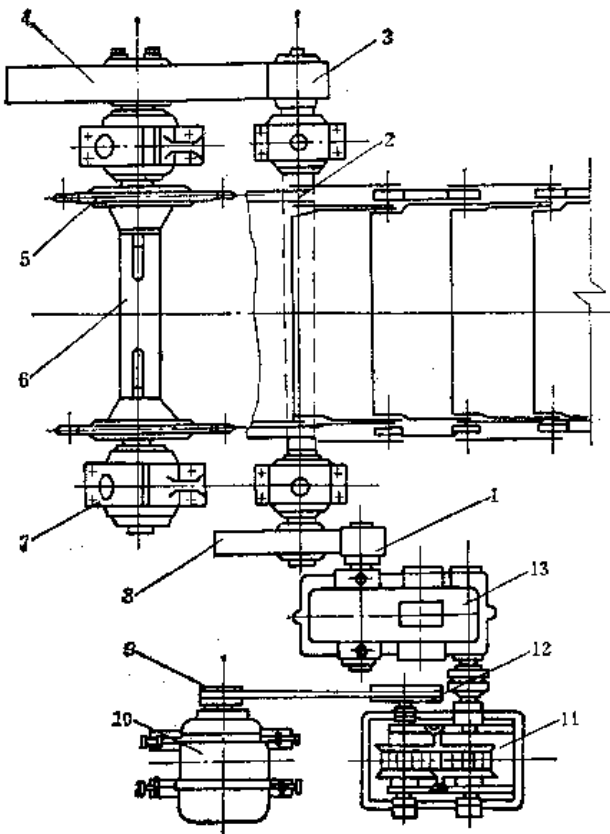
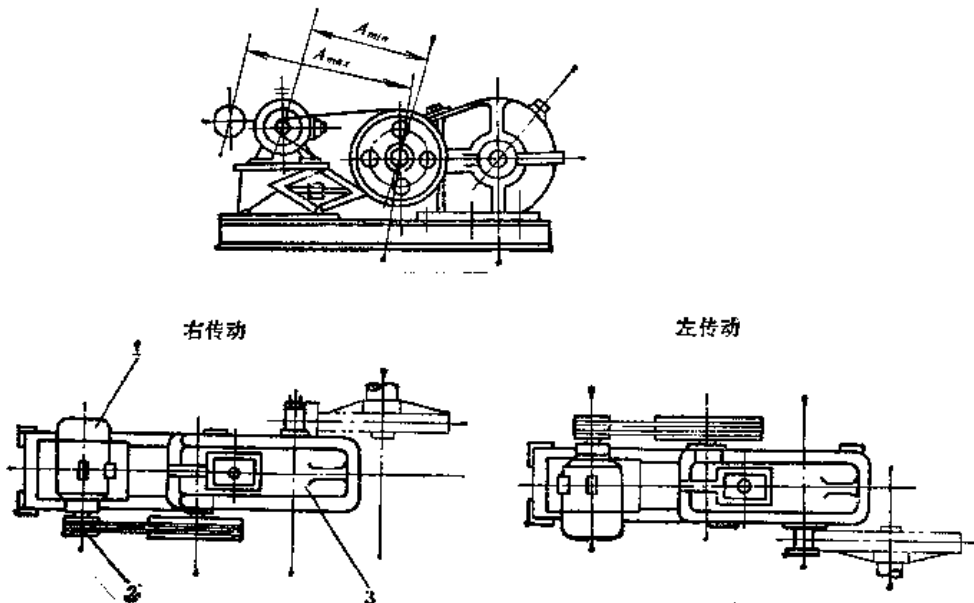

图8-2-2 鳞板输送机驱动装置
图8-2-3 BL型驱动装置（不用变速器）
(1) 驱动装置(减速器部分) 其基本结构见图8-2-2和图8-2-3。
结构见图8-2-2。分为第一级传动装置和第二级传动装置，其拆卸修理方式基本相同。